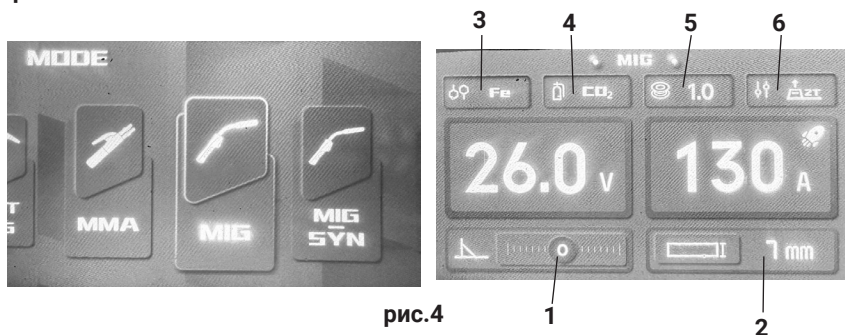

рис.4
\* В нижней части дисплея указывается регулировка значений индуктивности (рис.4 поз.1) и толщина свариваемого материала (рис.4 поз.2).
**Ss** - режим для сваривания нержавеющей стали, **Fe** - режим для сваривания углеродистой стали, **Flux** - режим для использования сварочной проволоки с флюсом без газа (рис.4 поз.3);
**CO2** - использование в качестве защитного газа углекислоты, **Ar+ CO2** - использование в качестве защитного газа смеси углекислоты и аргона (рис.4 поз.4);
**0.6 \_ 0.8 \_ 0.9 \_ 1.0** - диаметр проволоки (рис.4 поз.5);
**2T/4T** - режим двух- и четырехтактного управления сварочным процессом (рис.4 поз.6).
**2Т/4Т** - режим двух- и четырехтактного управления сварочным током (рис.4 поз.6) Нажатием на кнопку ПАРАМЕТРЫ (рис.1 поз.15) переходим в меню дополнительной функции режима PMIG.